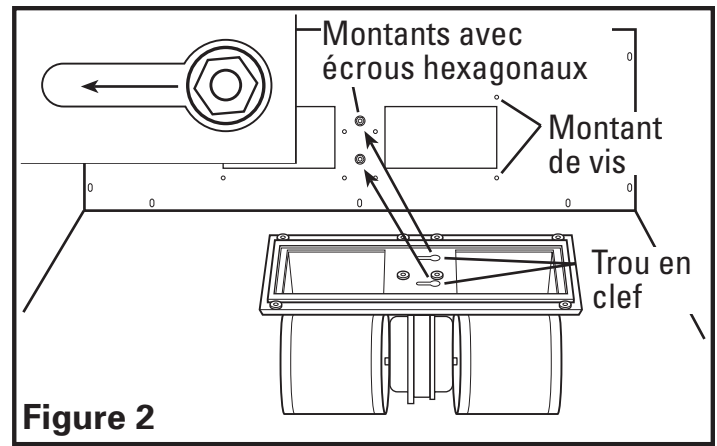

Figure 2
- Soulever la soufflante dans le couvert de la hotte et glisser les trous en poire dans la bride de montage du moteur au-dessus des montants de la hotte. Glisser le moteur en place et serrer les écrous hexagonaux sur le montant de montage tout en alignant les 8 trous dans la bride de montage du moteur avec les 8 montants de vis de la hotte (**Figure 2**).
- Soulever la soufflante dans le couvercle de la hotte et glisser les trous en poire dans la bride de montage de la soufflante sur les deux montants de la hotte. Glisser la soufflante en place et serrer les écrous hexagonaux sur les montants de montage tout en alignant les 8 trous dans la bride de montage de la soufflante avec les 8 vis des montants de la hotte (**Figure 2**).